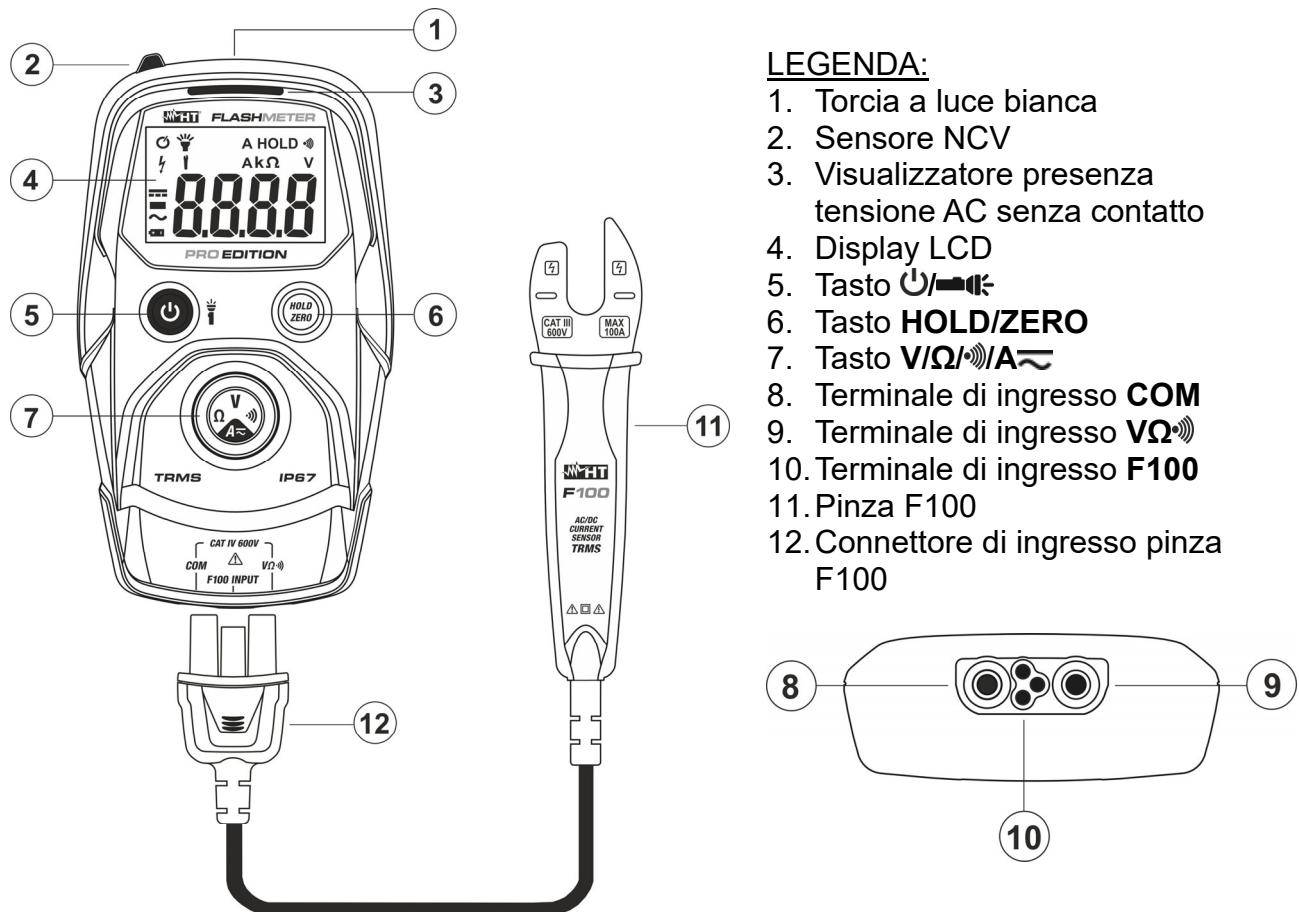

Fig. 1: Descrizione dello strumento
La pressione del tasto  consente l'accensione dello strumento. Premere per circa 1s il tasto  per spegnere lo strumento. Con strumento acceso premere il tasto  per l'attivazione/disattivazione della torcia a luce bianca integrata (vedere Fig. 1 – parte 1). Il simbolo “
Lo strumento permette di rilevare la presenza di tensione AC senza contatto utilizzando il sensore NCV presente nella parte superiore (vedere Fig. 1 – parte 2).
3. L'accensione del visualizzatore rosso (vedere Fig. 1 – parte 3) indica la presenza della tensione AC
2. Inserire il connettore della pinza F100 (vedere Fig. 1 – parte 12) nei terminali di ingresso **COM**, **VΩ** e **F100**. Lo strumento mostra a display automaticamente la selezione della misura di corrente AC (\sim)